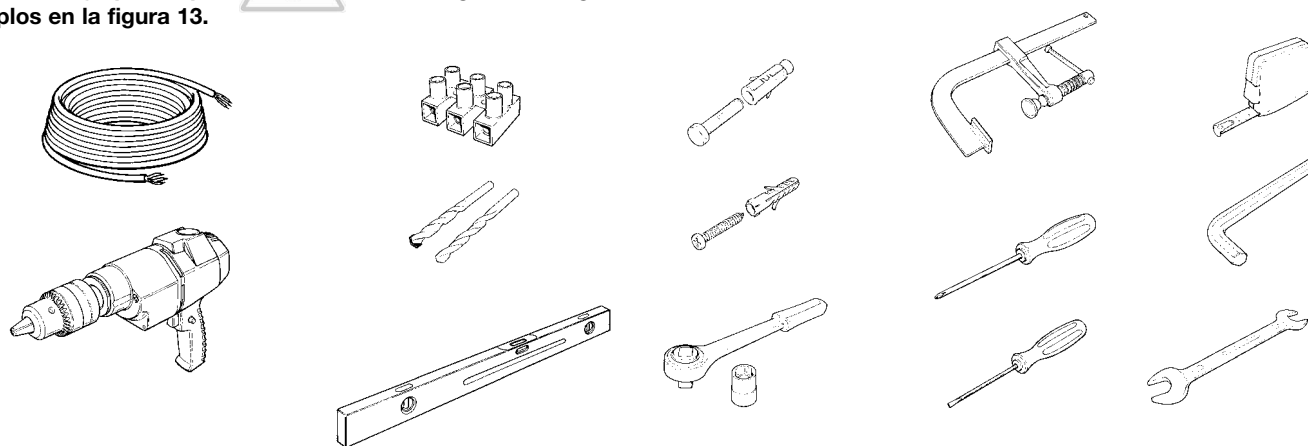

Figura 13
**Asegúrese de tener todas las herramientas y el material necesario para la instalación; controle que estén en buenas condiciones y que respeten las normas de seguridad. Algunos ejemplos en la figura 13.**